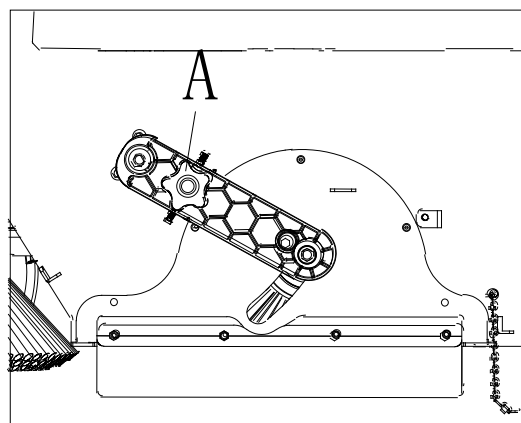
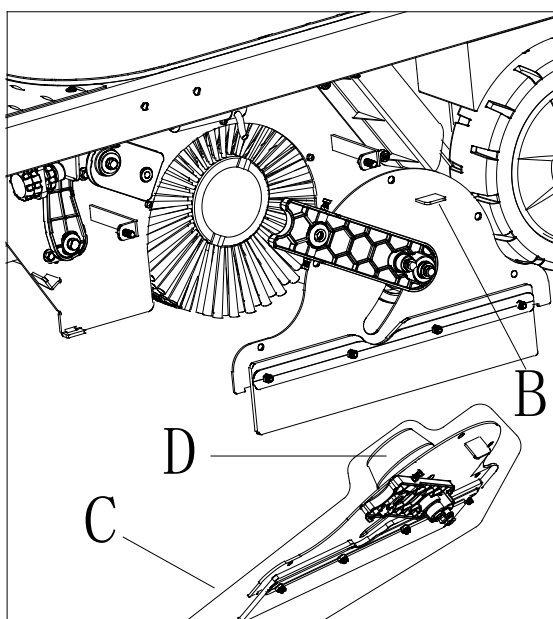

Figura 21
Figura 23
4. Desaparafuse o parafuso do botão (A, Figura 21), segure (B, Figura 23) e remova o conjunto do suporte esquerdo da escova principal (C, Figura 23).
9. Instale o cubo acionado (D, Figura 23) na escova principal.
10. Instale o conjunto do suporte esquerdo da escova principal (C, Figura 23) e aperte o parafuso do botão (A, Figura 21).